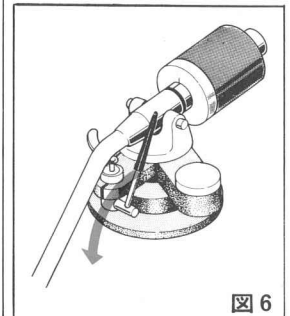

図6
- ④ アームリフターを押し下げますとトーンアームはフリーの状態になります。(図6)